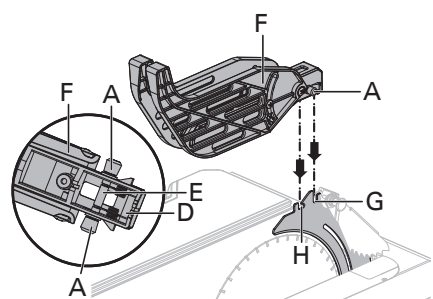

Fig. 9b
- Tenir et pousser les boutons (A) en avant vers le devant du protège-lame. Placer les goupilles (D, E) sur le protège-lame (F) dans les fentes (G, H) sur le couteau diviseur. (Fig. 9b)